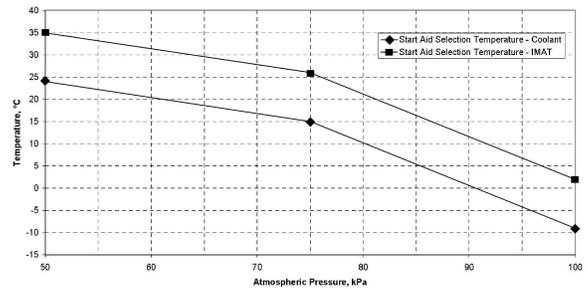

Рисунок 1
Активация системы облегчения пуска двигателя с впрыском эфира основывается на схеме эксплуатации с учетом температуры охлаждающей жидкости, температуры во впускном коллекторе и атмосферного давления. См. рис. 1 .
- Температура охлаждающей жидкости двигателя ниже указанной для параметра "Start Aid Selection Temperature - Coolant" (Температура включения системы облегчения пуска двигателя - охлаждающая жидкость). См. рис. 1 .